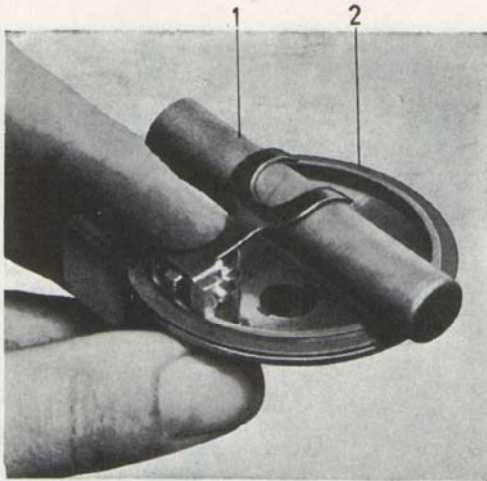

Bild 16. Kontroll av bränslenivå.
3. Mät avståndet från flottörhuslocket till hävarmen genom att anbringa tolken SVO 2324 enligt bild 16. Härvid skall nålventilens hävarm nätt och jämnt ligga an mot dornen, när nålventilen är stängd.